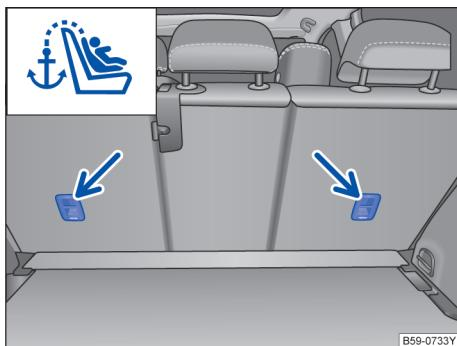

图 43 带顶部紧固绳的 ISOFIX 儿童座椅
- 打开后排座椅后的盖板→ 图 43。
- 将上部固定带钩入相应的固定环中→ 图 43。